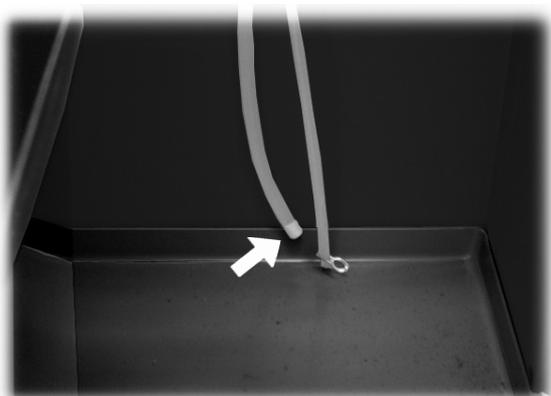

Abb. 98
- den AIR BREAK leeren. Den Verschluss vom Schlauch abziehen (Abb. 98) und das Wasser in einen Behälter leiten. Erst wenn der Schlauch vollständig geleert ist, den Verschluss wieder in seiner ursprünglichen Position anbringen.